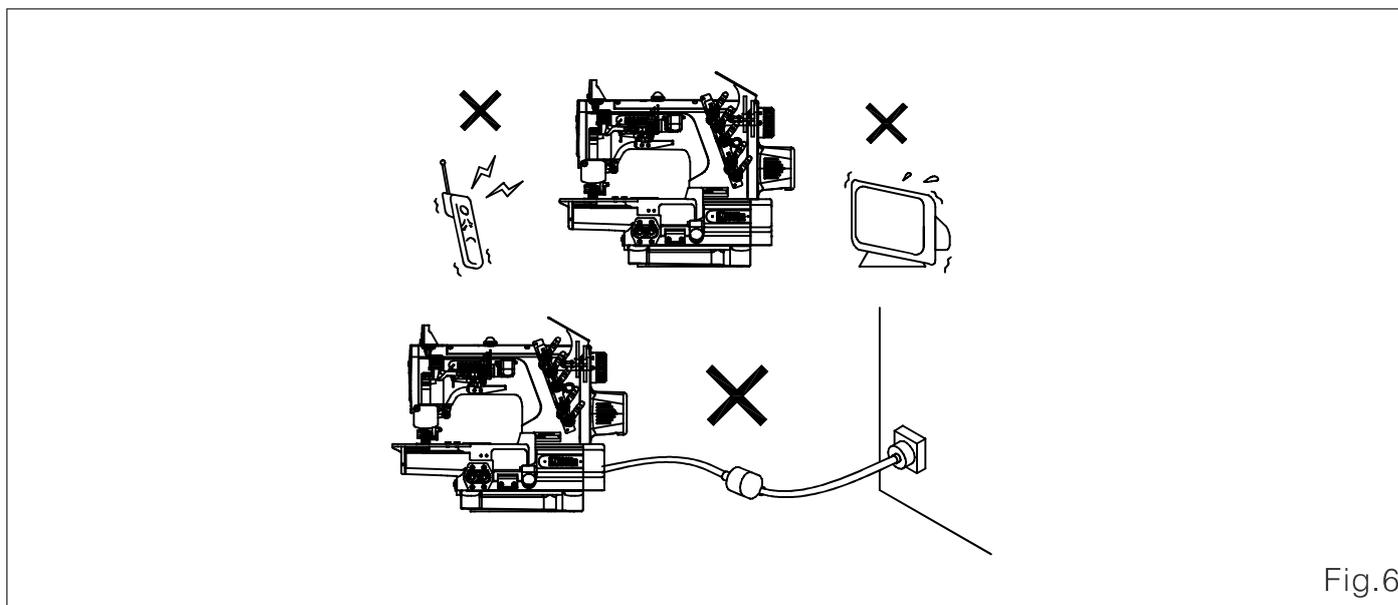

Fig.6
1. Por favor não instale a máquina de costura próxima a equipamentos, como Televisão, Rádio ou Telefone Sem fio. Ou estes equipamentos irão experienciar interferência eletrônica. (Fig.6)